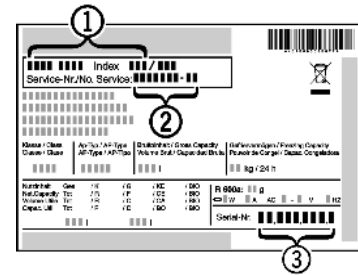

Fig. 12
- ▶ Gerätebezeichnung *Fig. 12 (1)*, Service-Nr. *Fig. 12 (2)* und Serial-Nr. *Fig. 12 (3)* vom Typenschild ablesen. Das Typenschild befindet sich an der linken Geräteinnenseite.
- ▶ Den Kundendienst benachrichtigen und den Fehler, Gerätebezeichnung *Fig. 12 (1)*, Service-Nr. *Fig. 12 (2)* und Serial-Nr. *Fig. 12 (3)* mitteilen.